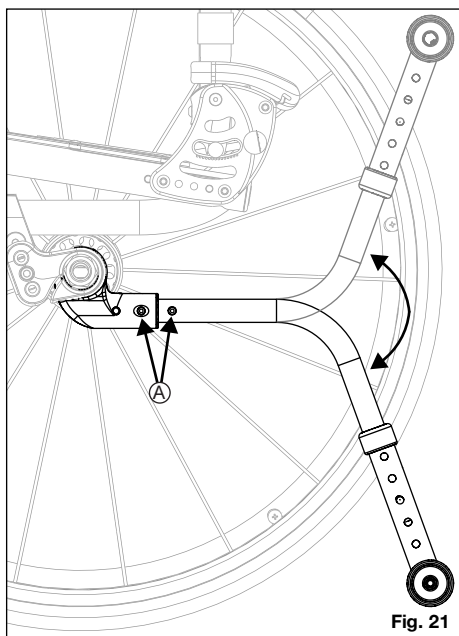

Fig. 21
Hvordan vri tippsikringsrørene opp (fig. 21)
1. Trykk utløserstiften for røret til bakre tippsikring (fig. 21:A).